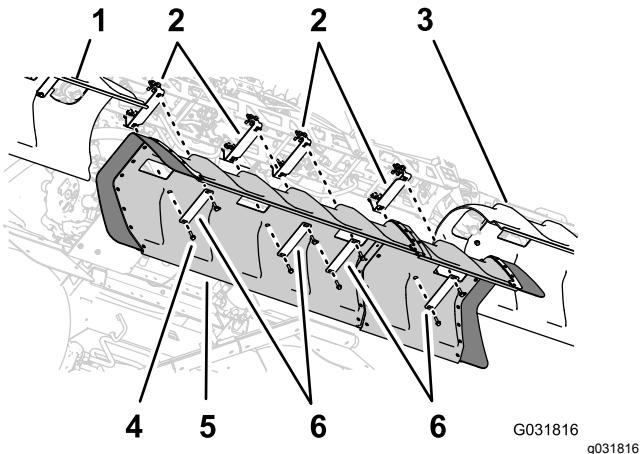

Figure 154
1. Alignez les trous dans le couvercle de la section centrale et ceux dans les supports du couvercle (Figure 154).
2. Alignez les trous dans 2 des brides de couvercle que vous avez retirées à l'opération 1 de 6 **Dépose du couvercle de la section centrale (11 buses) du kit rampe couverte en option (page 18)** et les trous dans le couvercle et 2 des supports (Figure 154).
4. Alignez les trous dans les 2 brides de couvercle (réf. Toro 120-0629) sur les 4 trous restants dans le couvercle et les 4 trous restants dans les supports (Figure 154).
5. Fixez les brides et le couvercle aux supports (Figure 154) à l'aide des 4 boulons à embase (5/16" x 1 1/4" – réf. Toro 323-36)